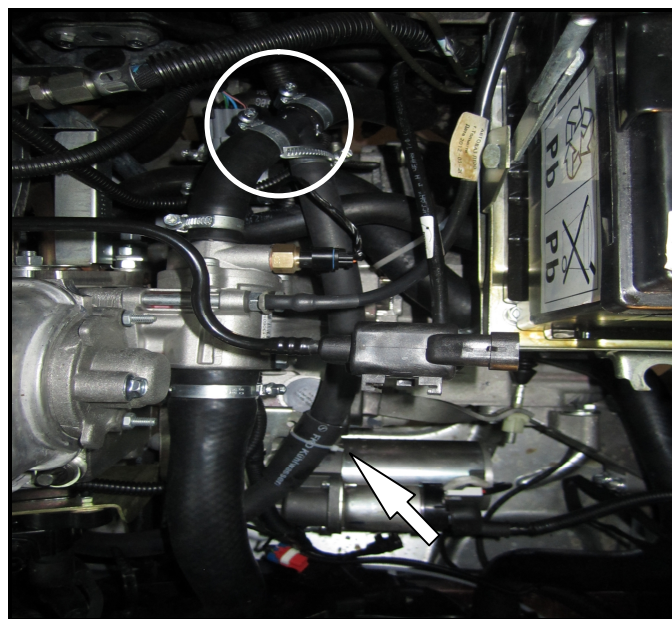

Рис.4 Положение выходного рукава его фиксация, монтаж тройника 19x16
3.9. От края (нагнетающего) печного патрубка со стороны двигателя отступить 110 мм и разрезать его. Вставить тройник 19х16 боковым отводом, направленным к передней части автомобиля предварительно надев хомуты (рис. 4).